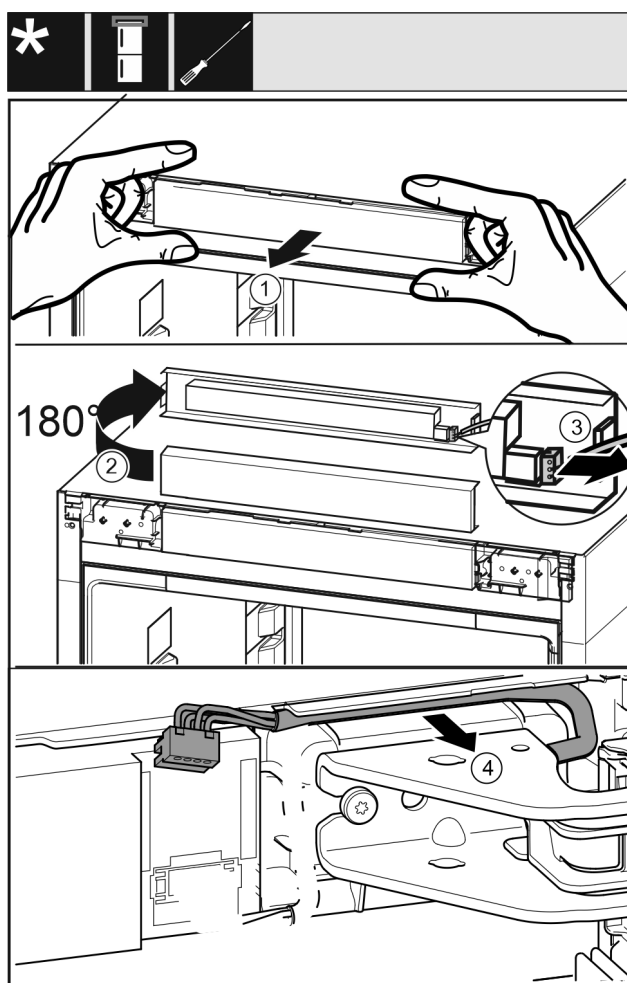

Fig. 19
- ▶ Okvir upravljalne plošče Fig. 19 (1) previdno ločite v smeri naprej.
- ▶ Okvir upravljalne plošče Fig. 19 (2) obrnite navzgor za 180°.
- ▶ Zaskočni nastavek Fig. 19 (3) potisnite nazaj in previdno izvlecite vtič.
- ▶ Kabel Fig. 19 (4) prek ležajnega podstavka previdno ločite od vodila.